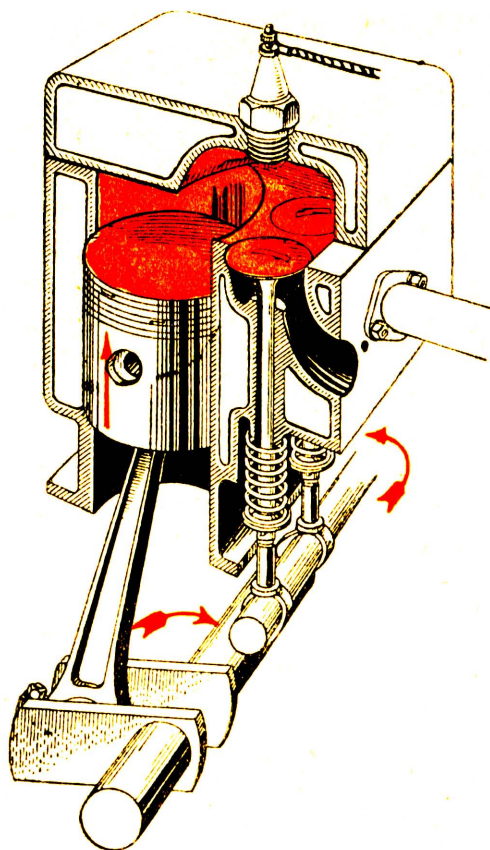
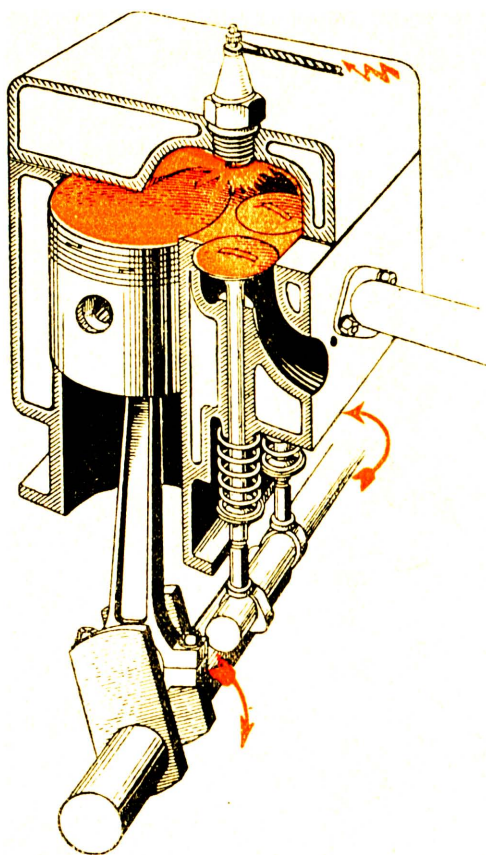

Рис. 4. Сув стиску.
Рис. 5. Запал.
2. **Сув стиску або компресія**. Обертаємо корбою дальше в тім самім напрямі. Толок рухається вгору, обидва хлипаки зачинені (рис. 4). Толок стискає зассану в першому суві суміш в дуже малий простір між толоком і головою циліндра. Суміш нагрівається до 200°C і осягає тиск 7 до 12 атмосфер. В горішньому мертвому положенню толока (рис. 5) електрична іскра запалює суміш, яка вибухає.